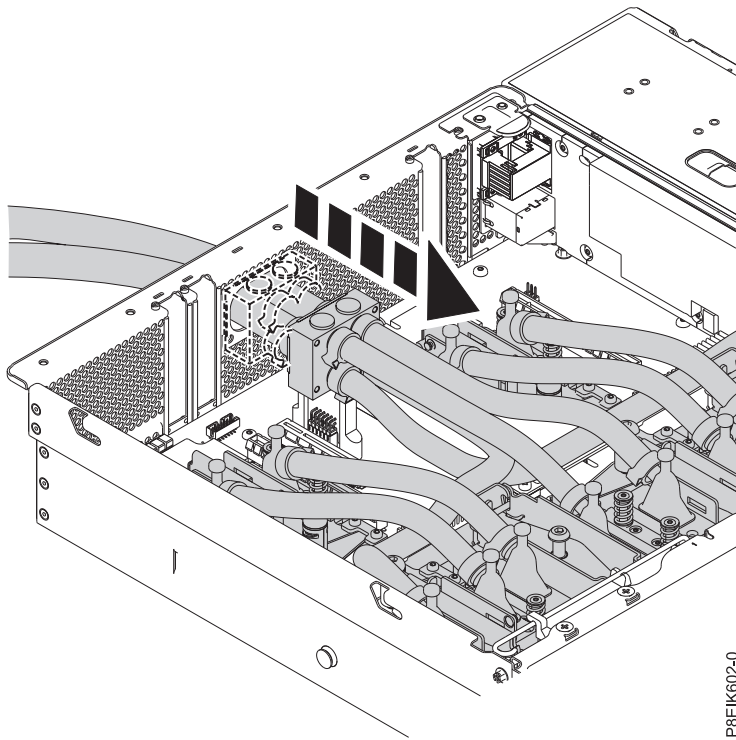
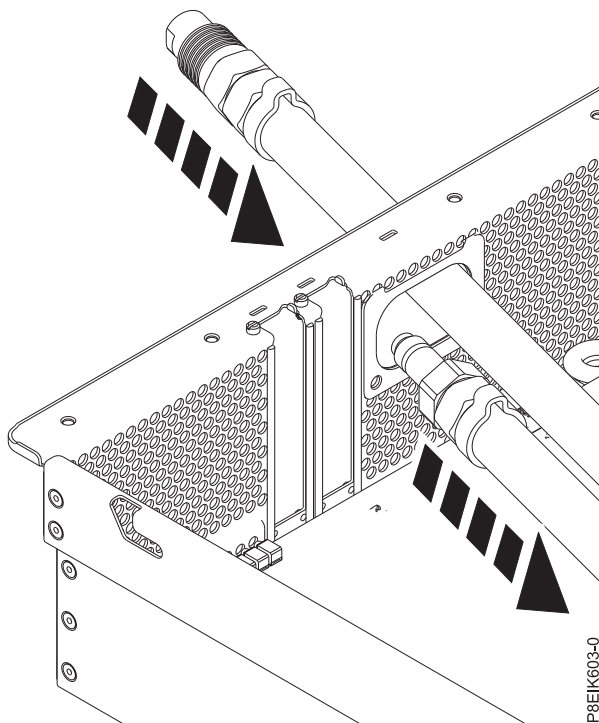

Figura 3. Extracción de mangueras
Figura 4. Paso de los conectores por la pared posterior, de uno en uno
4. Pase las mangueras por la pared posterior del sistema, como se muestra en la Figura 3 y la Figura 4.